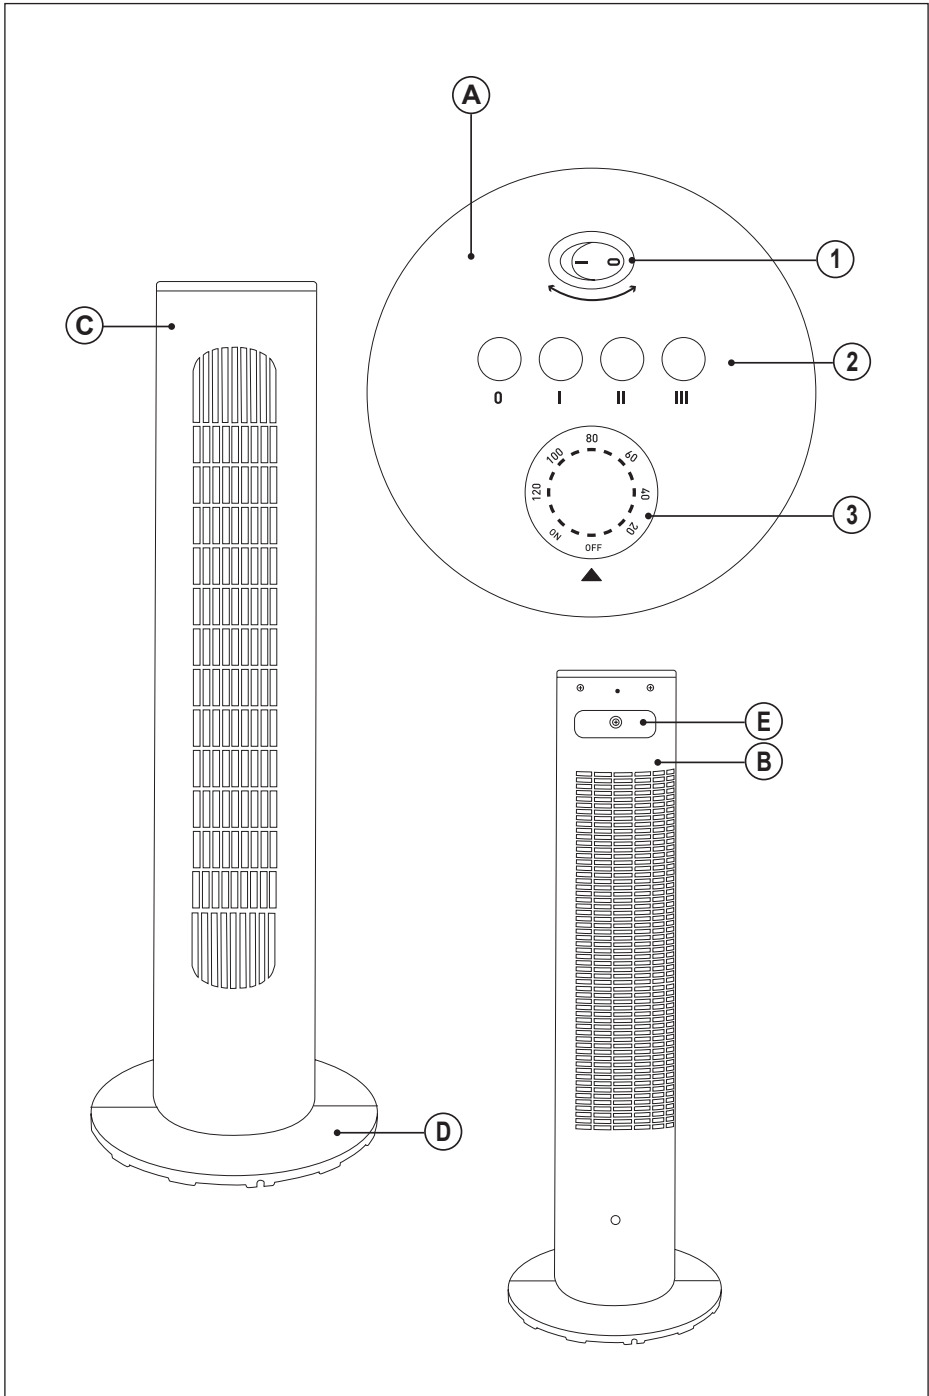

Fig.1
- Emboîter les deux parties de la base de sorte à ce que les orifices d'une d'elles coïncident avec les languettes de l'autre (Fig. 1)